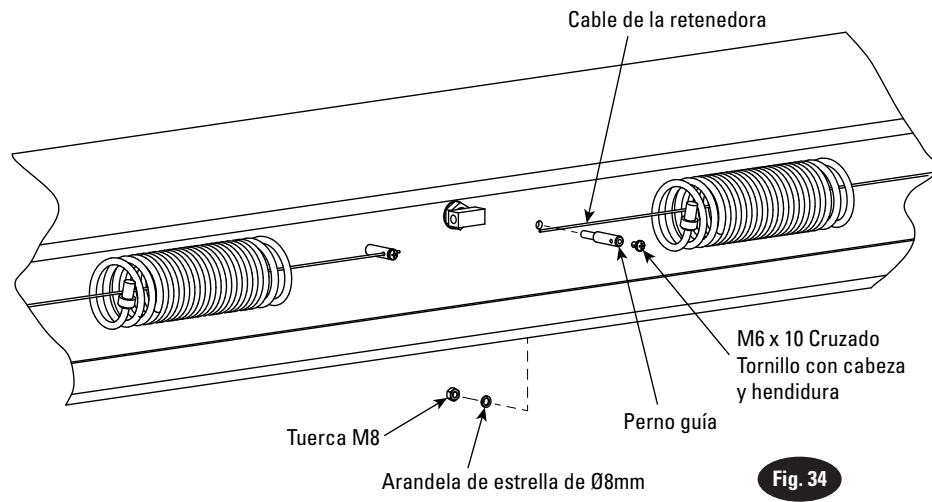

Fig. 34
- Coloque los soportes de retención para la manguera de retracción trasera con un tornillo de cabeza hexagonal de M8 x 30 Lg., rondana plana, rondana de seguridad y tuerca, Fig. 34.
- Inserte el cable de retención a través de las bobinas de la manguera de retracción, Fig. 34. Pase una tuerca hexagonal de 1/4"-20NC hacia abajo en cada extremo del cable de retención. Inserte cada extremo del cable dentro de los soportes de retención. Asegure cada extremo del cable con otra tuerca hexagonal de 1/4"-20NC. Apriete las tuercas de seguridad, Fig. 34.
- Inserte el cable de retención a través de las bobinas de la manguera de retracción, Fig. 34. Conecte un extremo de la manguera de retracción al adaptador soldado sobre el gato de balanceo, Fig. 37 y 38.